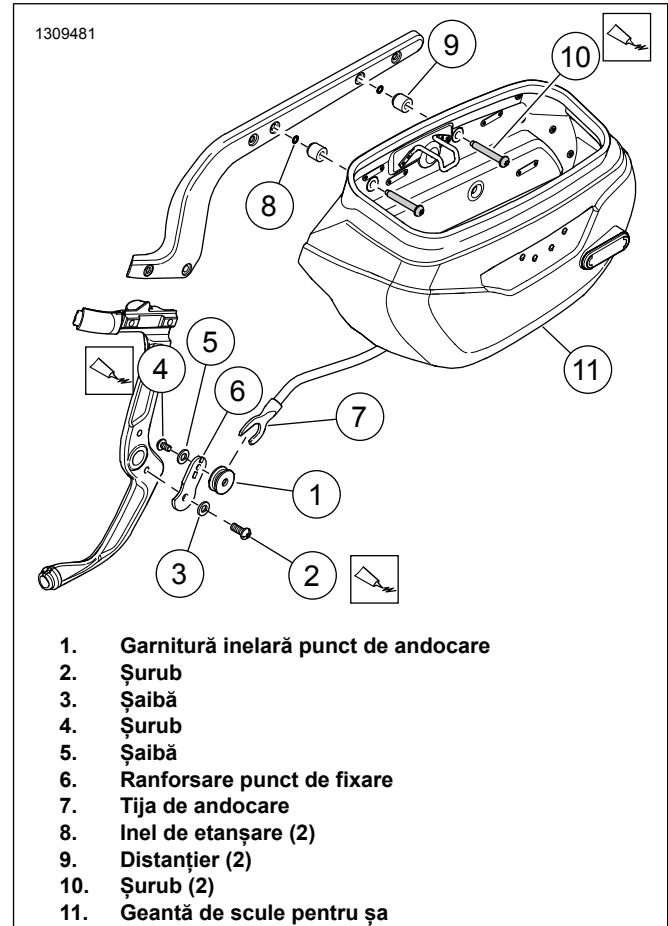

Figura 2. Suport montare desagă (partea stângă)
1. Consultați Figura 2 . Instalați garnitura inelară pentru partea stângă a punctului de andocare.
- a. Poziționați suportul punctului de andocare (6) pe cadru.
- b. Montați șaiba (3) pe șurub (2).